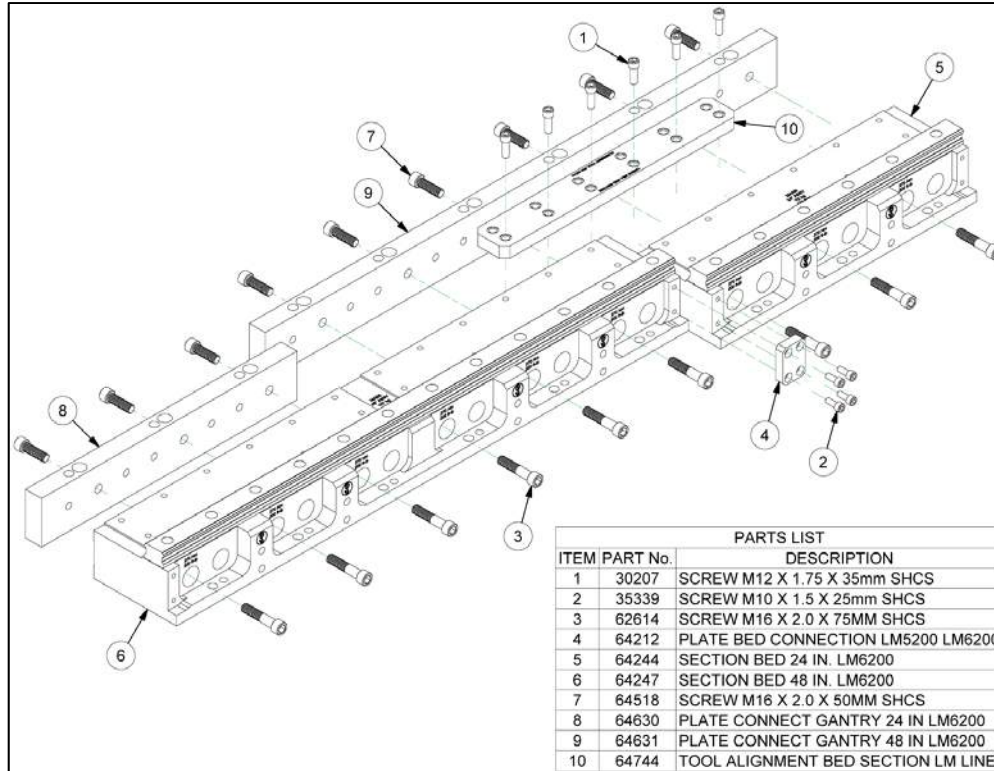

Figure 7
1. Positionnez une section de banc de 48 pouces (article 6), une section de banc de 24 pouces (article 5), une plaque de raccordement de portique de 24 pouces (article 8), et une plaque de raccordement de portique de 48 pouces (article 9) comme présenté en . sur la Figure 7.
5. Placez un outil d'alignement de banc (article 10) sur les sections comme présenté en . sur la Figure 7, et serrez les fixations à 65 ft-lb.
7. Installez une plaque de raccordement de banc (article 4) comme cela est présenté en . sur la Figure 7, puis serrez les fixations (article 2) à 40 ft-lb.